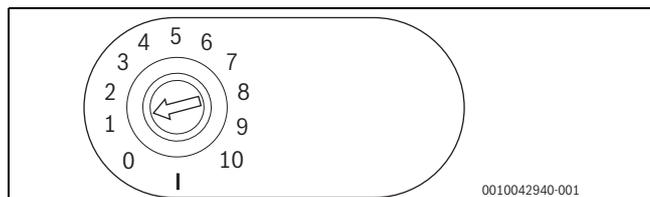

Bild 66 Kodierschalter auf Position 1 = systemintegrierter Betrieb in Kombination mit Wärmeerzeuger
- 1 Kodierschalter (→ Bild 66 und 67, Einstellung siehe → Kapitel 7.2.1, Seite 39)
- X3 Abluftgebläse (B), Zuluftgebläse (A)
- X4 Zuluftgebläse (B), Abluftgebläse (A)
- X10 Abluftgebläse (B), Zuluftgebläse (A) (Modbus)
- X11 Zuluftgebläse (B), Abluftgebläse (A) (Modbus)